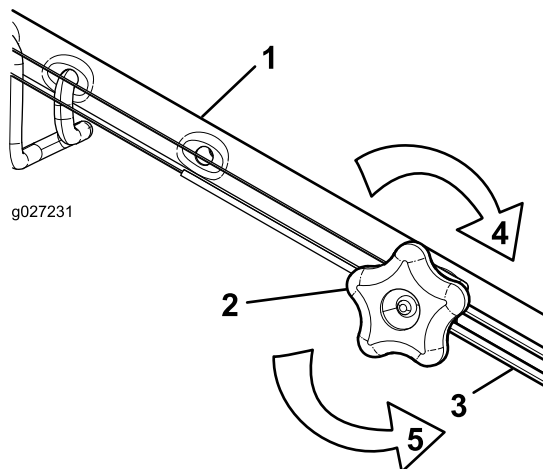

Рисунок 34
- Поверните ручку регулировки против часовой стрелки, чтобы ослабить затяжку троса (Рисунок 34).
- Отрегулируйте натяжение троса (Рисунок 34), потянув его назад или вперед, затем удерживайте в этом положении.